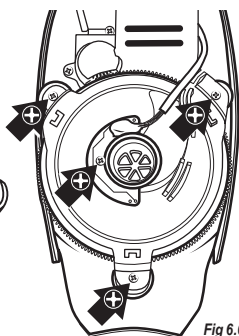

Fig 6.6
3. Desserrez et retirez les trois vis à tête cruciforme qui maintiennent le bac à billes au plateau, à l'aide d'un tournevis (Fig. 6.6). Faites attention à ne pas perdre les vis.